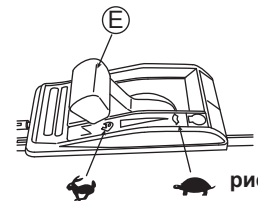

рис. 14
- Проверьте, чтобы во время рывка рукоятки стартера (V) за вами никого не было.
5. Перед использованием прогрейте машину. После прогрева двигателя начинайте стрижку травы, переведя рычаг газа (E) в положение (См. рис. 14.)